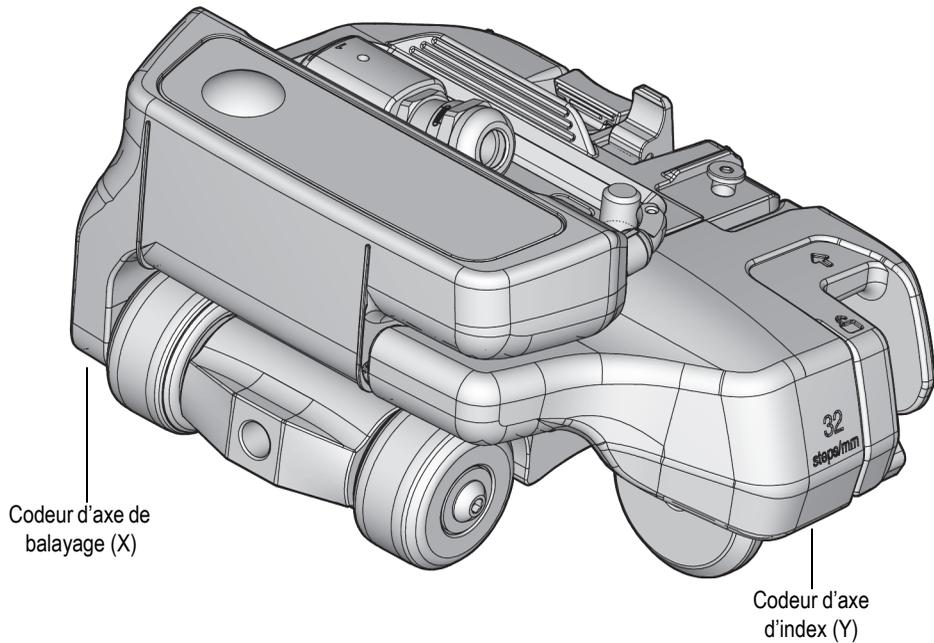

Figure 1-10 Emplacement des codeurs
Le scanner HydroFORM peut être équipé de deux codeurs pour enregistrer la position du scanner sur l’axe de balayage (X) et sur l’axe d’index (Y) [Figure 1-10 à la page 35].